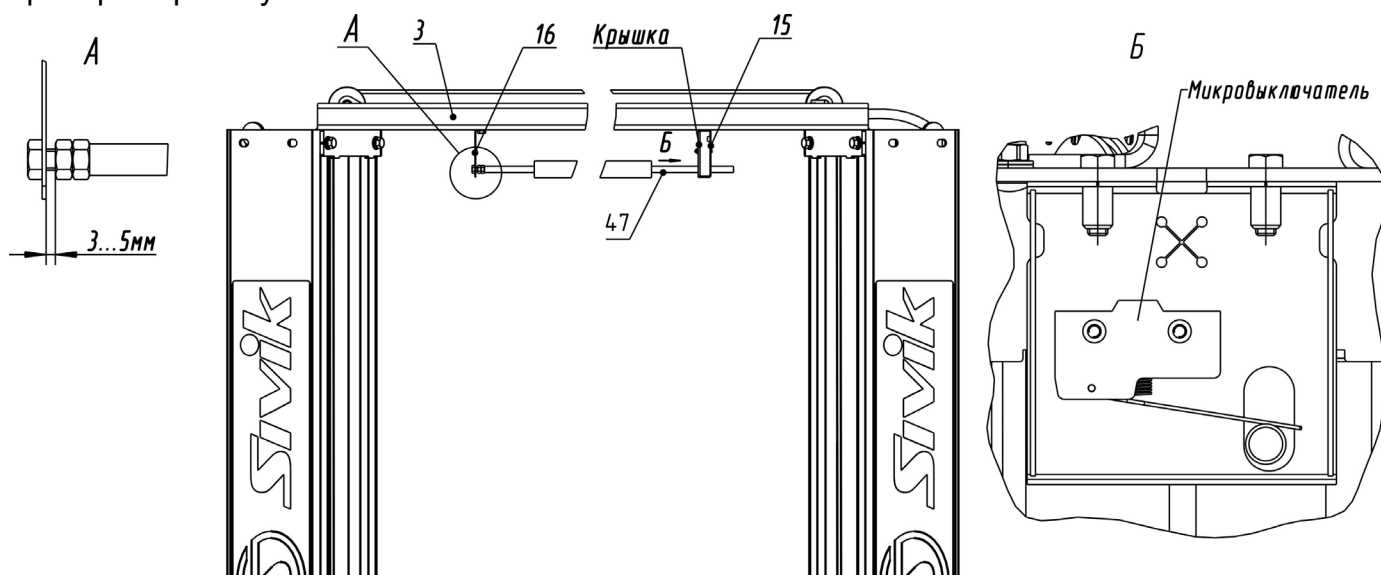

Рисунок 6.8 – Системы автоматического отключения привода насосной станции при касании автомобиля ограничительной дуги
6.12.2 Установить на перекладину 3 кронштейны 15 и 16 с помощью болтов М6х20 и гаек М6 (рисунок 6.8). Ограничительную трубку 47 продеть через кронштейн 15 (при этом